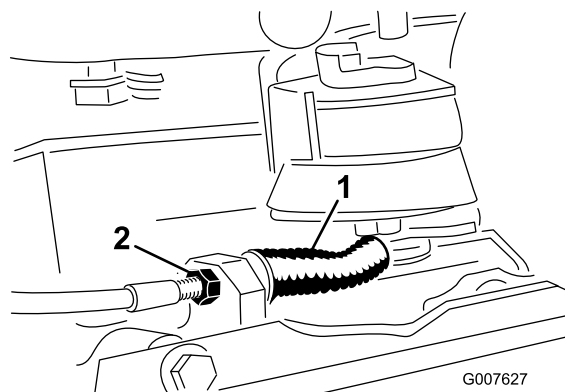

図 33
- ケーブルの張りをゆるくするには、ケーブルの前ジャムナットをゆるめて後ジャムナットを締める図 33。必要に応じて上記ステップ1と2を繰り返して再調整する。
- ケーブルの張りを強くするには、後ジャムナットをゆるめて前ジャムナットを締める図 33。必要に応じて上記ステップ1と2を繰り返して再調整する。